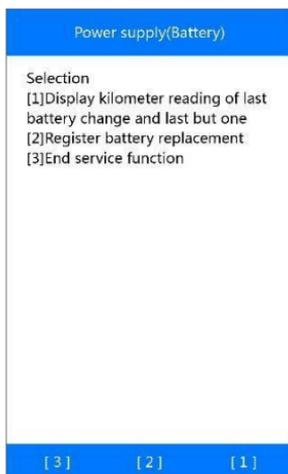

Figure 5-54 *Registrier la substitution de la batterie*
- 1) À partir de Figure 5-54, appuyez sur **[2]** pour continuer.